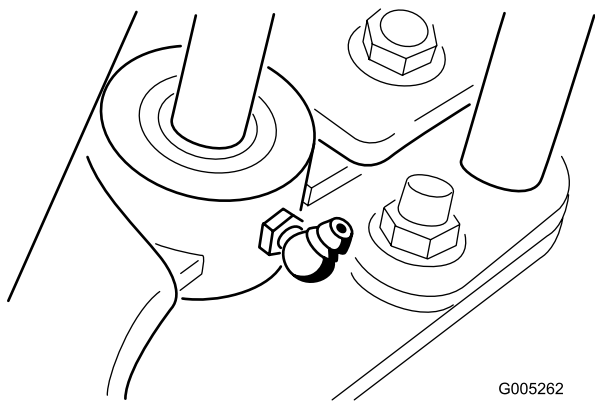

Figura 20
5. Limpie con un trapo limpio los puntos de engrase (Figura 20).